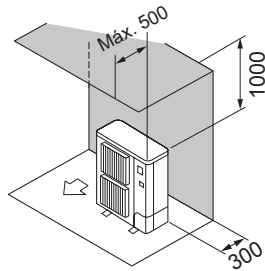

Fig. 2-8
- ② Obstáculos sólo en la parte trasera y superior (Fig. 2-8)